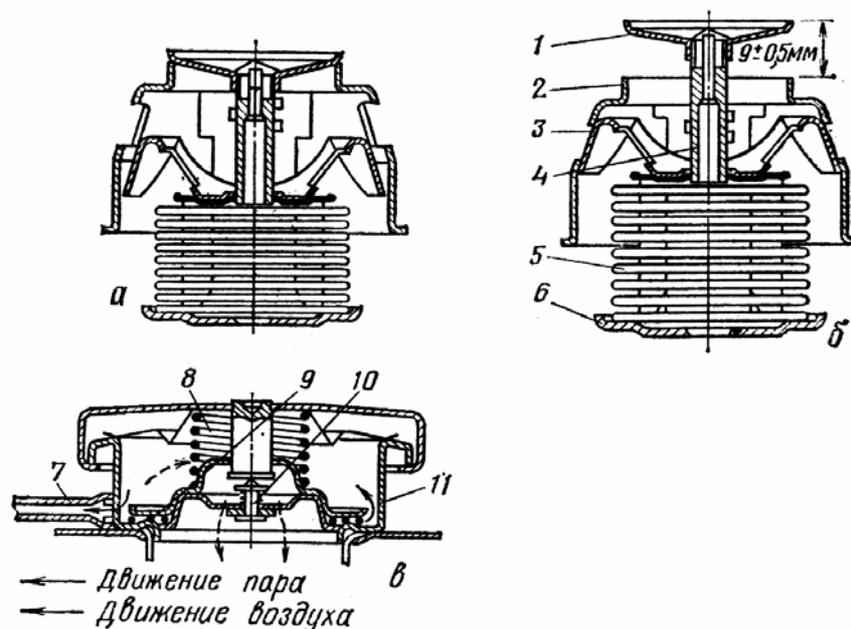

Рис. 2.2. Крышка заливной горловины (а) и термостат (б, в):
4. Изучите крышку заливной горловины радиатора. Рассмотрите, как обеспечивается уплотнение между крышкой и горловиной бака радиатора, из какой зоны выводится трубка 7 (рис. 2.2, в), впаянная в горловину.
6. По плакату или рис. 2.2 а, б изучите работу термостата и его конструкцию. Вспомните, когда и куда поступает жидкость через отверстие круглого клапана 11, через отверстия боковых клапанов. Обратите внимание, что если один клапан открыт, то другой закрыт. Подумайте, зачем это нужно.